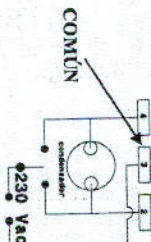

Fig.3
**NOTA:** Si el cuadro de maniobras no dispone de entrada exclusiva para el condensador de fomi deberemos conectarlo como se indica en la Fig.3